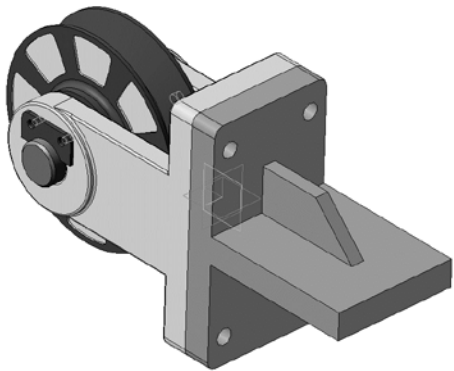

Рис. 59. Результат моделирования детали «Кронштейн» в окне модели сборки
- 4.2 Ответьте «Да» на запрос системы относительно сохранения изменений в детали (рис. 59). Система вернется в режим редактирования сборки. Все компоненты восстановят свой цвет – они вновь доступны для редактирования.